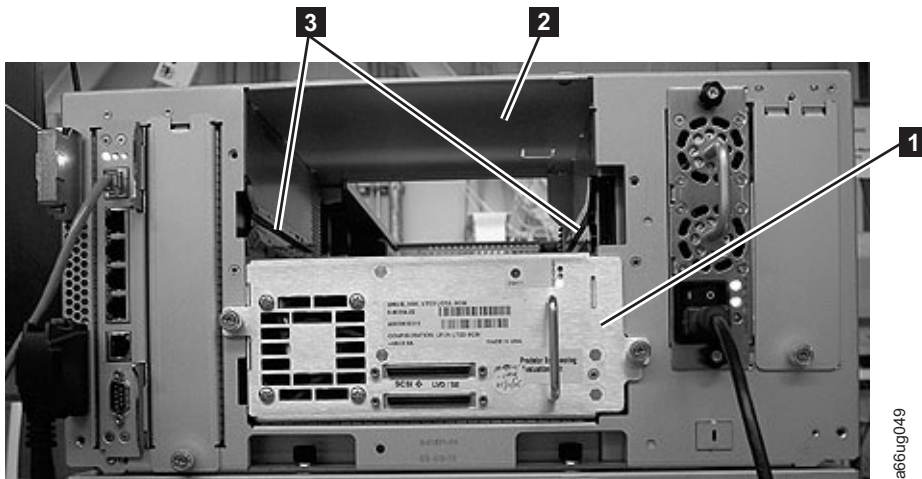

Abbildung 3-12. Führungsschienen in Laufwerkschacht
1. Richten Sie den Laufwerkschlitten an den Führungsschienen im Laufwerkschacht (**3** in Abb. 3-12) aus.